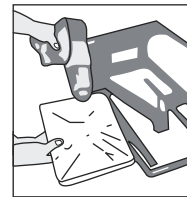

Figure 3
7. Pour rétrécir le film autour du produit : réglez le pistolet thermique à la température souhaitée. En maintenant le pistolet à environ 30,5 cm (12 po) du produit, commencez à rétrécir le film autour des coutures d'abord, puis vers le milieu dans un mouvement circulaire jusqu'à ce que le paquet ait une apparence semblable à du verre. (Voir Figure 3)